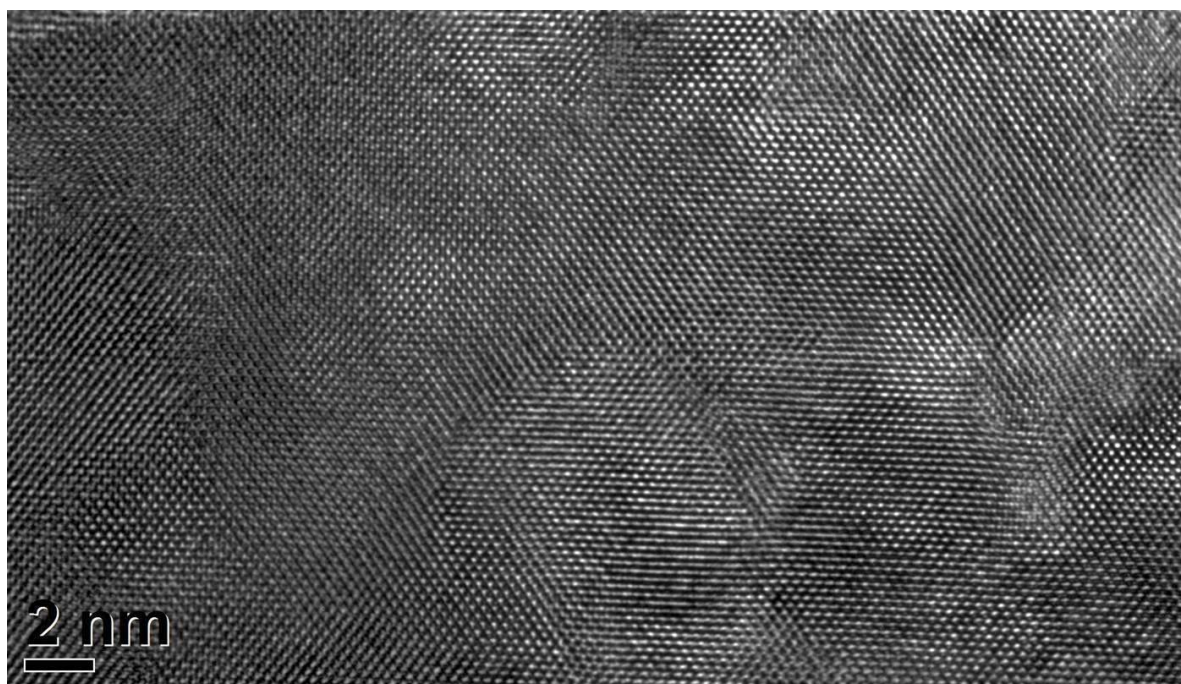

Рис. 1 ПЭМ-изображение высокого разрешения ультратонкого среза образца керамики оксида циркония
1. По ПЭМ-изображению высокого разрешения ультратонкого среза образца керамики оксида циркония (рис.1) необходимо определить ось зоны, нормальную плоскости изображения. На рис. 2 представлены кристаллографические данные ZrN.
2. По ПЭМ-изображению высокого разрешения ультратонкого среза образца керамики оксида циркония (рис.1) необходимо определить плотность дислокаций в материале, считая, что распределение дислокаций однородно по объему материала.